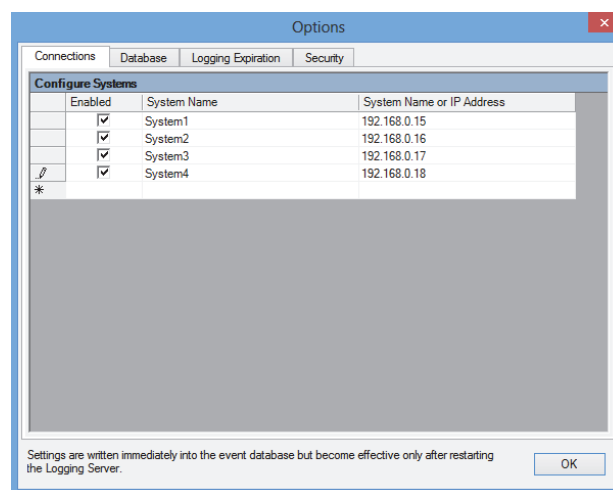

figure 58.8 : Ajout d'un système (3)
- 3 Cliquez dans la zone *System Name or IP Address* et saisissez l'adresse IP ou le nom du contrôleur de réseau du système auquel le *Logging Server* doit se connecter. Par exemple, *192.168.0.18* (voir figure 58.8).